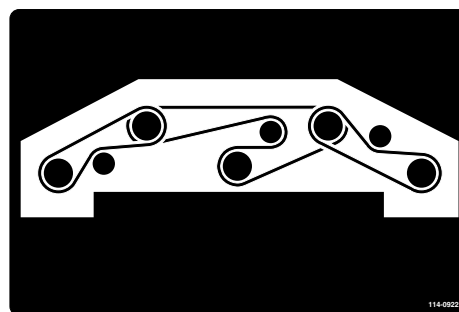

Figure 83
6. Acheminez la courroie neuve autour des poulies d'axe et de l'ensemble poulie de tension, comme indiqué à la Figure 83.